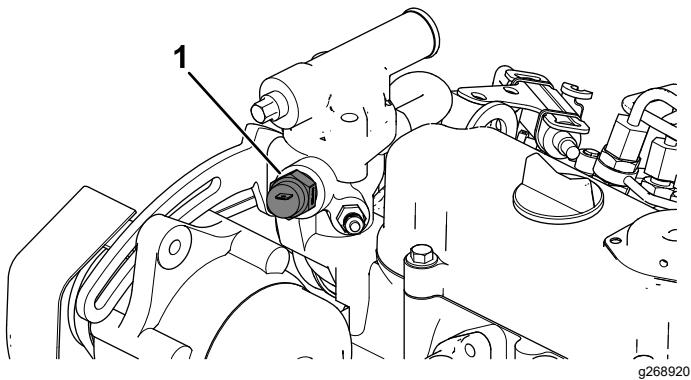

図 14
- A. サーモスタットハウジングから温度スイッチを外す図 14。